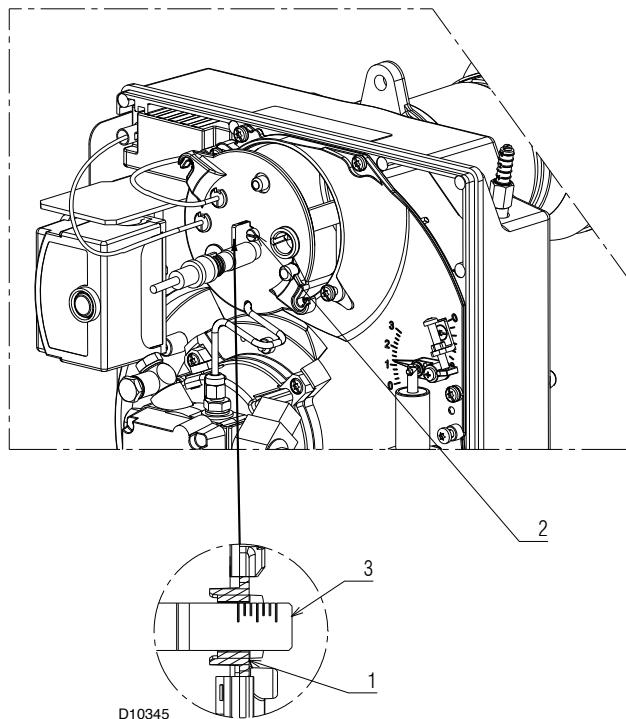

Abb. 16
- Die Stellschraube 2) (Abb. 16) so weit im oder gegen den Uhrzeigersinn drehen, bis die auf der Einstellschraube markierte Raste 3) mit der Außenfläche des Düsenstocks 1) übereinstimmt.